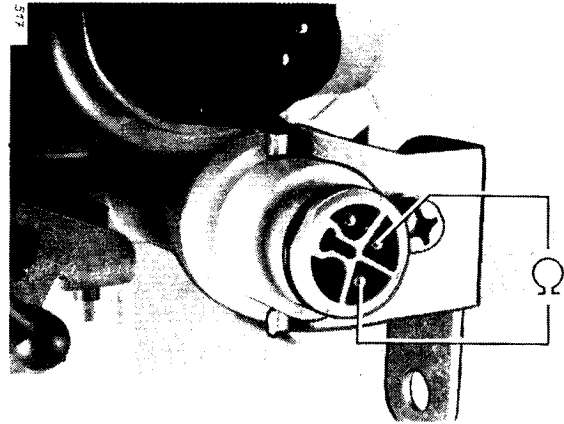

Bild 5
4. DROSSELKLAPPEN-POTENTIOMETER (Bild 5 – 7)
4.1 Gesamtwiderstand (Bild 5)